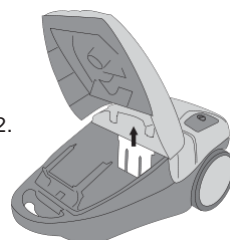

Figura 12 Rimozione del filtro di entrata
5. Rimuovere il portafiltro del filtro d'entrata dall'aspirapolvere, vedere la figura 12.